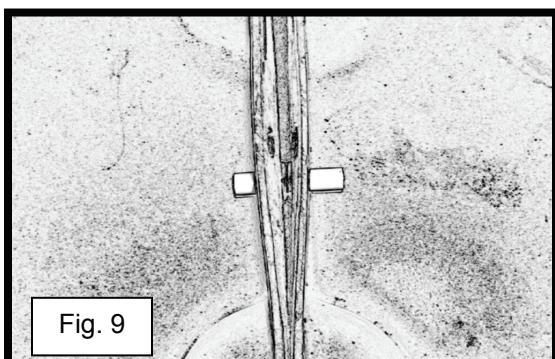

Fig. 9
- 8) Når røret er ført gennem begge gennemføringer, skal du sørge for, at det stikker omrent lige meget ud i begge opsamlingskar (se fig. 9).
- 8) Etter at røret er gjennom begge gummitetningene, pass på at røret er noenlunde sentrert mellom de to oppsamlingssentrene (se fig. 9).